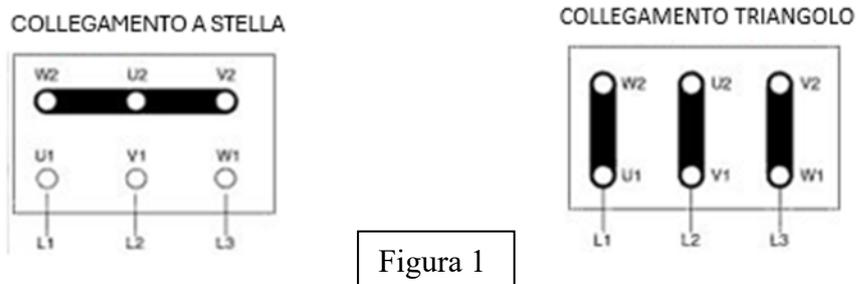

Figura 1
I motori forniti devono essere alimentati con tensioni trifasi o se richiesto dal cliente, monofase. Il tipo di connessione nei motori trifasi può essere a stella (Y) o a triangolo (Δ) in accordo alla linea di alimentazione 380 o 220 VAC (vedere figura 1).